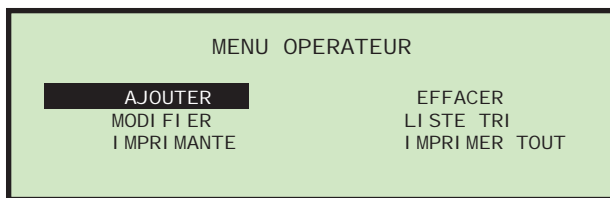

FIGURE 54 : Écran du menu de l'opérateur
- 1 Sur l'écran **MENU OPÉRATEUR** (Figure 54), sélectionner **AJOUTER**. L'écran **RENOMMER OPÉRATEUR** va apparaître.
- 1 Sur l'écran **MENU OPÉRATEUR** (Figure 54), choisissez **EFFACER**. L'écran **SÉLECTIONNER OPÉRATEUR À EFFACER** apparaît.
- 1 Sur l'écran **MENU OPÉRATEUR** (voir Figure 54), sélectionnez **MODIFIER**. L'écran **SÉLECTIONNER OPÉRATEUR** apparaîtra.
- 1 Sur l'écran **MENU OPÉRATEUR** (Figure 54), sélectionner **LISTE TRI**.